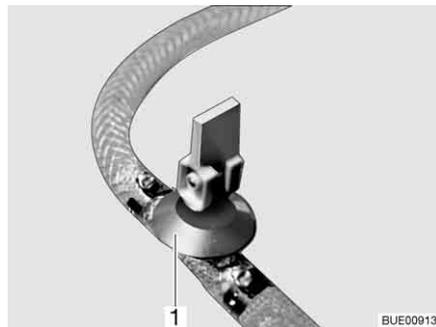

Fig. 184 Llave de desagüe
- Cerrar la(s) llave(s) de desagüe. Colocar para ello el balancín (Fig. 184,1) en posición horizontal.
- Abrir la(s) llave(s) de desagüe (Fig. 184). Colocar para ello el balancín (Fig. 184,1) en posición vertical. La caldera se vacía hacia fuera.